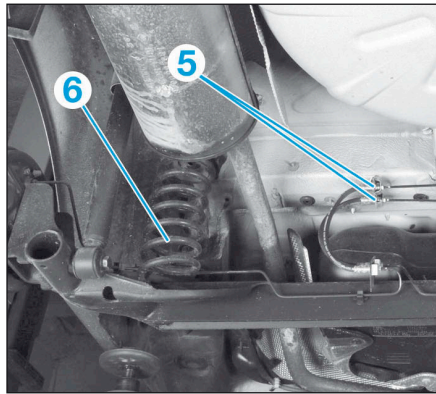

FIG.35
- Dévisser les raccords de tuyaux rigides sur les flexibles de frein (5) (Fig.35).
- Déposer les ressorts (6) de suspension arrière (voir opération concernée).